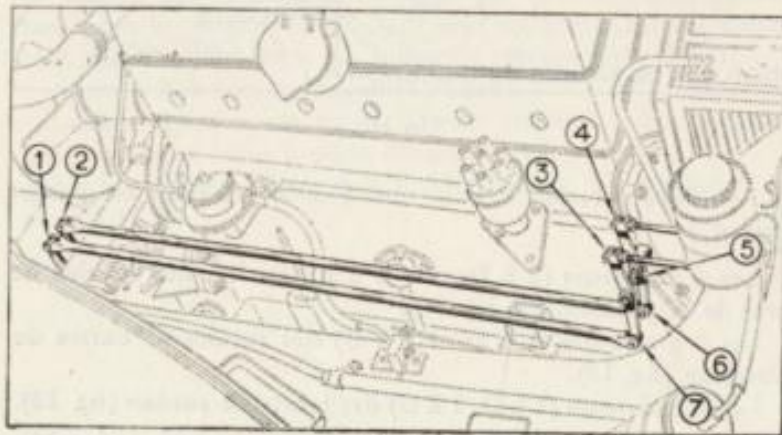

Fig. 15.
- 2° les articulations 1, 2, 3, 4, 5, 6 et 7, des barres de commande de vitesses (fig. 15).